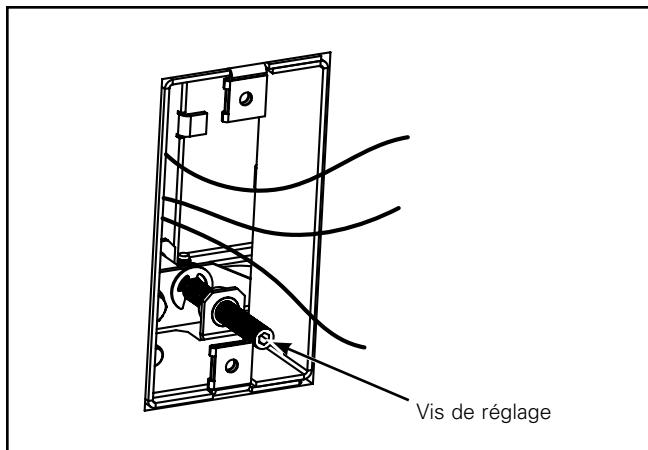

Figure 4.
4. Installez le placo-plâtre ou un autre matériau de paroi et ajustez la profondeur de la boîte de jonction en tournant la vis de réglage à l'aide d'une clé hexagonale de 1/8 po (0,31 cm) (non fournie) (Figure 4).